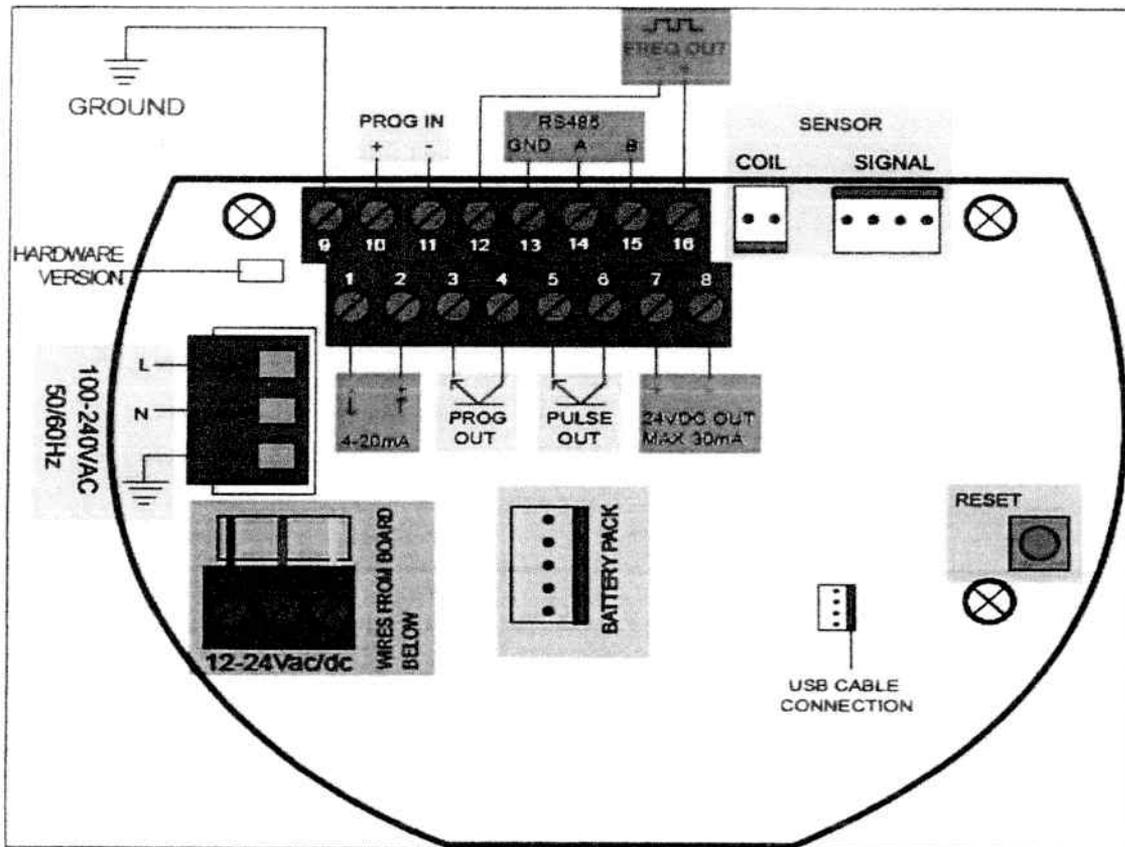

Figura. 13. Sistema eléctrico del Macromedidor.
- Asegúrese de que el sensor este instalado de acuerdo con las especificaciones hidráulicas indicadas en la figura 13. Para más información, consulte el manual de instalación del Convertidor.